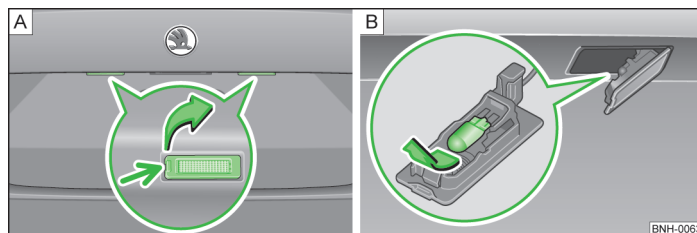

Abb. 132 Kennzeichenleuchte ausbauen / Glühlampe wechseln
- An der mit dem Pfeil gekennzeichneten Stelle » Abb. 132 -  einen Schlitzschraubendreher einsetzen, leicht eindrücken und die Feder entriegeln.
- Die defekte Glühlampe aus dem Halter in Pfeilrichtung herausziehen » Abb. 132 - .